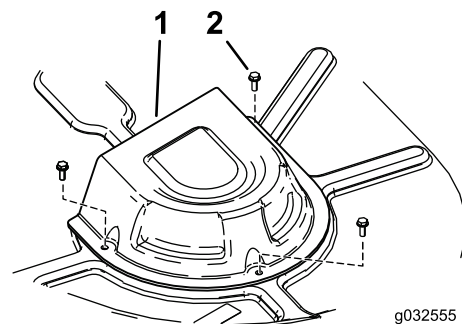

Figure 52
4. Sur les machines équipées d'un plateau de coupe de 107 cm, retirez les couvercles de poulie (Figure 52).